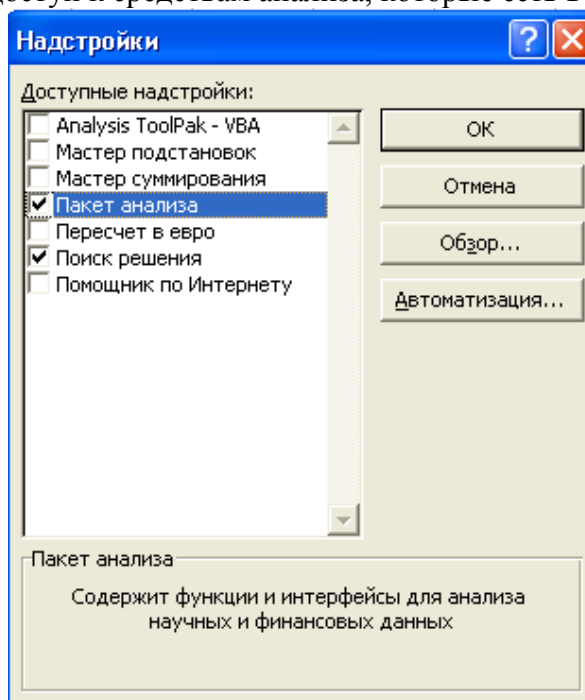

Рисунок 4.1. - Для активизации надстройки Пакета анализа следует установить соответствующий флажок
2. В диалоговом окне Надстройки (рисунок 4.1) установите флажок Пакет анализа.